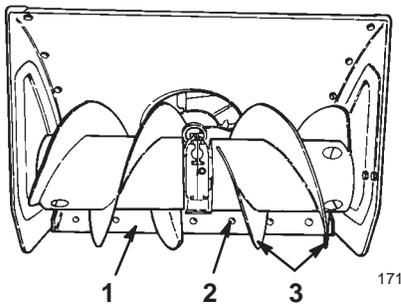

Bild 29
6. Die *Schneckenblätter* sollten 3 mm vom Boden entfernt sein (Bild 29).
8. Zur Einstellung der Schürfleiste lösen Sie die Schlossschrauben, mit denen die Schürfleiste am Schneckengehäuse befestigt ist, richten die Schürfleiste ein und ziehen die Schlossschrauben wieder an (Bild 29).